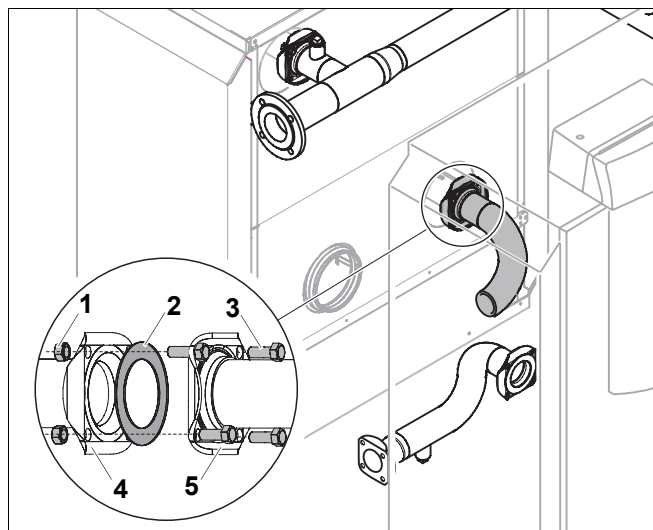

Рис. 10 Монтаж трубы обратной линии на втором котле
- Установите уплотнение (рис. 10, **поз. 2**) на обратную линию отопительного котла.
- Соедините четырьмя болтами (рис. 10, **поз. 3**) и гайками (рис. 10, **поз. 1**) фланец трубы обратной линии (рис. 10, **поз. 5**) с фланцем обратной линии (рис. 10, **поз. 4**) на втором котле.